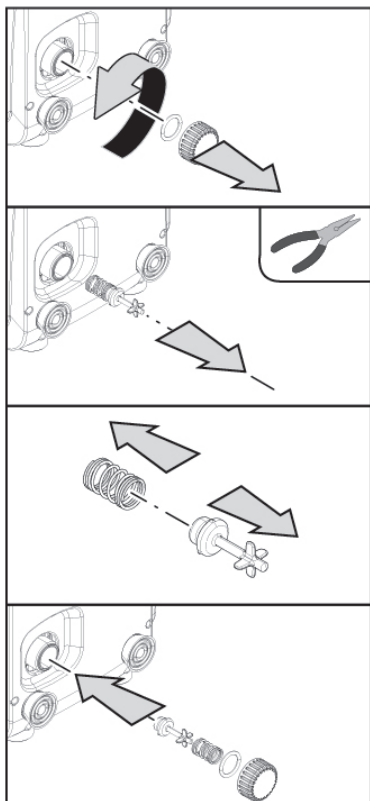

Fig. 18
3. ta oavsett bort avtappningspluggen på sidan E. Se till att O-ringen inte kommer bort (Fig. 18);